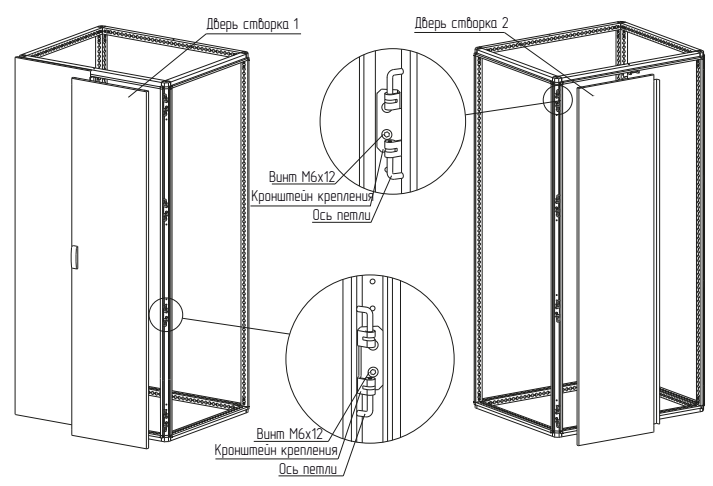

Рисунок 2
4.1.3 Закрепить петли на каркасе на левой и правой стойке (рисунок 2). Для крепления использовать винты самонарезающие М6×12. Момент затяжки – 7 Н·м.